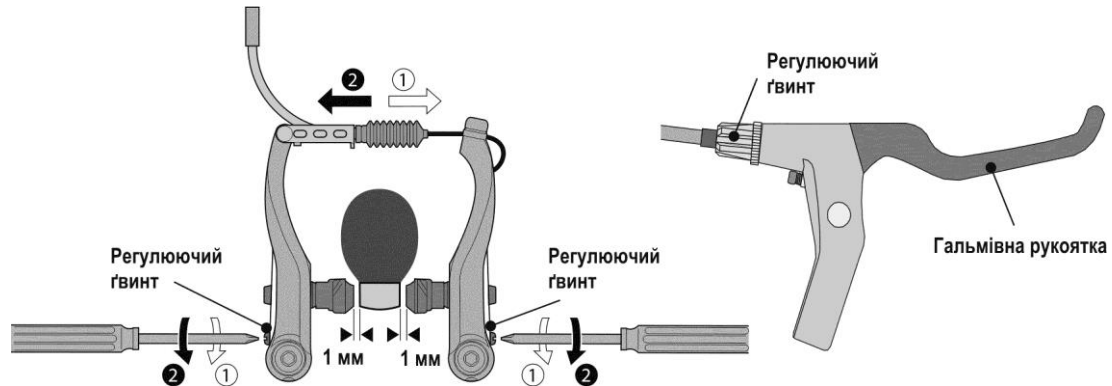

Рисунок 9. Регулювання обідніх гальм.
- Закрутити до упору регулювальний гвинт на гальмівній ручці і викрутити на два оберти (мал. 9); Зафіксуйте трос на гальмівному важелі таким чином, щоб відстань між колодками і ободом становила 1-2 мм з кожного боку (рис. 9);
- Натискаючи гальмівний важіль за необхідністю підкорегувати регулювальним гвинтом відстань між гальмівними колодками і ободом колеса (рис. 9);
- Використовуючи регулювальні гвинти на гальмівних важелях, добитися рівномірного розводу гальмівних важелів (рис. 9);